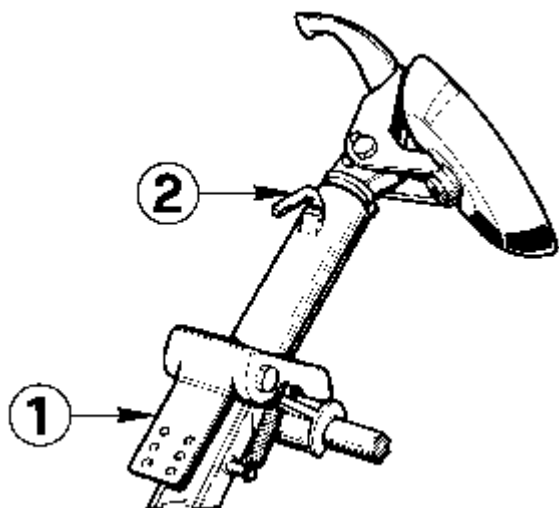

Рис.14
7. Для того чтобы поднять рычаг держателя инструмента, нажмите педаль (#1 Рис. 14) и удерживайте рукоятку (#2 Рис. 14).
8. Для того чтобы повернуть инструмент, снимите фиксатор (#2 Рис.14).